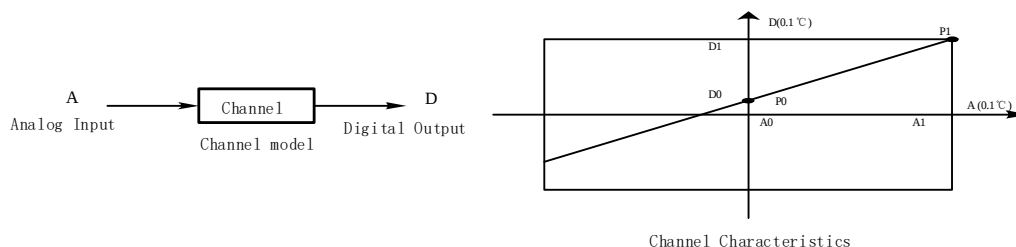

Рисунок 3-1. Схема характеристик канала модуля VC-4PT
(2) Погрешность измерения из-за сопротивления проводников кабеля канала устраняется настройкой его характеристик.
(3) По соображениям удобства работы и отсутствия влияния на реализацию функционального назначения, в текущем режиме работы значения « $A0$ » и « $A1$ » принимаются как [Фактическое значение 1] и [Фактическое значение 2] соответственно, а значения « $D0$ » и « $D1$ » - это [Стандартное значение 1] и [Стандартное значение 2] соответственно, см. рисунок 3-1. При необходимости можно самостоятельно изменить характеристики канала, отрегулировав ($A0, D0$) и ($A1, D1$). Заводская настройка по умолчанию для ($A0, D0$) составляет $A0 = 0$ и $A1 = 6000$ (шаг = $0,1^\circ\text{C}$), как показано на рисунке 3-2